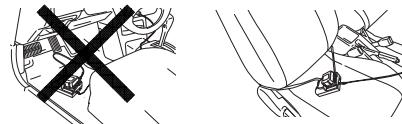

Bild 16
- Fäst batteriladdaren på plats i bilen. Använd medföljande remmar för att fästa batteriladdaren på plats och se till att den inte flyttar på sig plötsligt. (Se Bild 16)